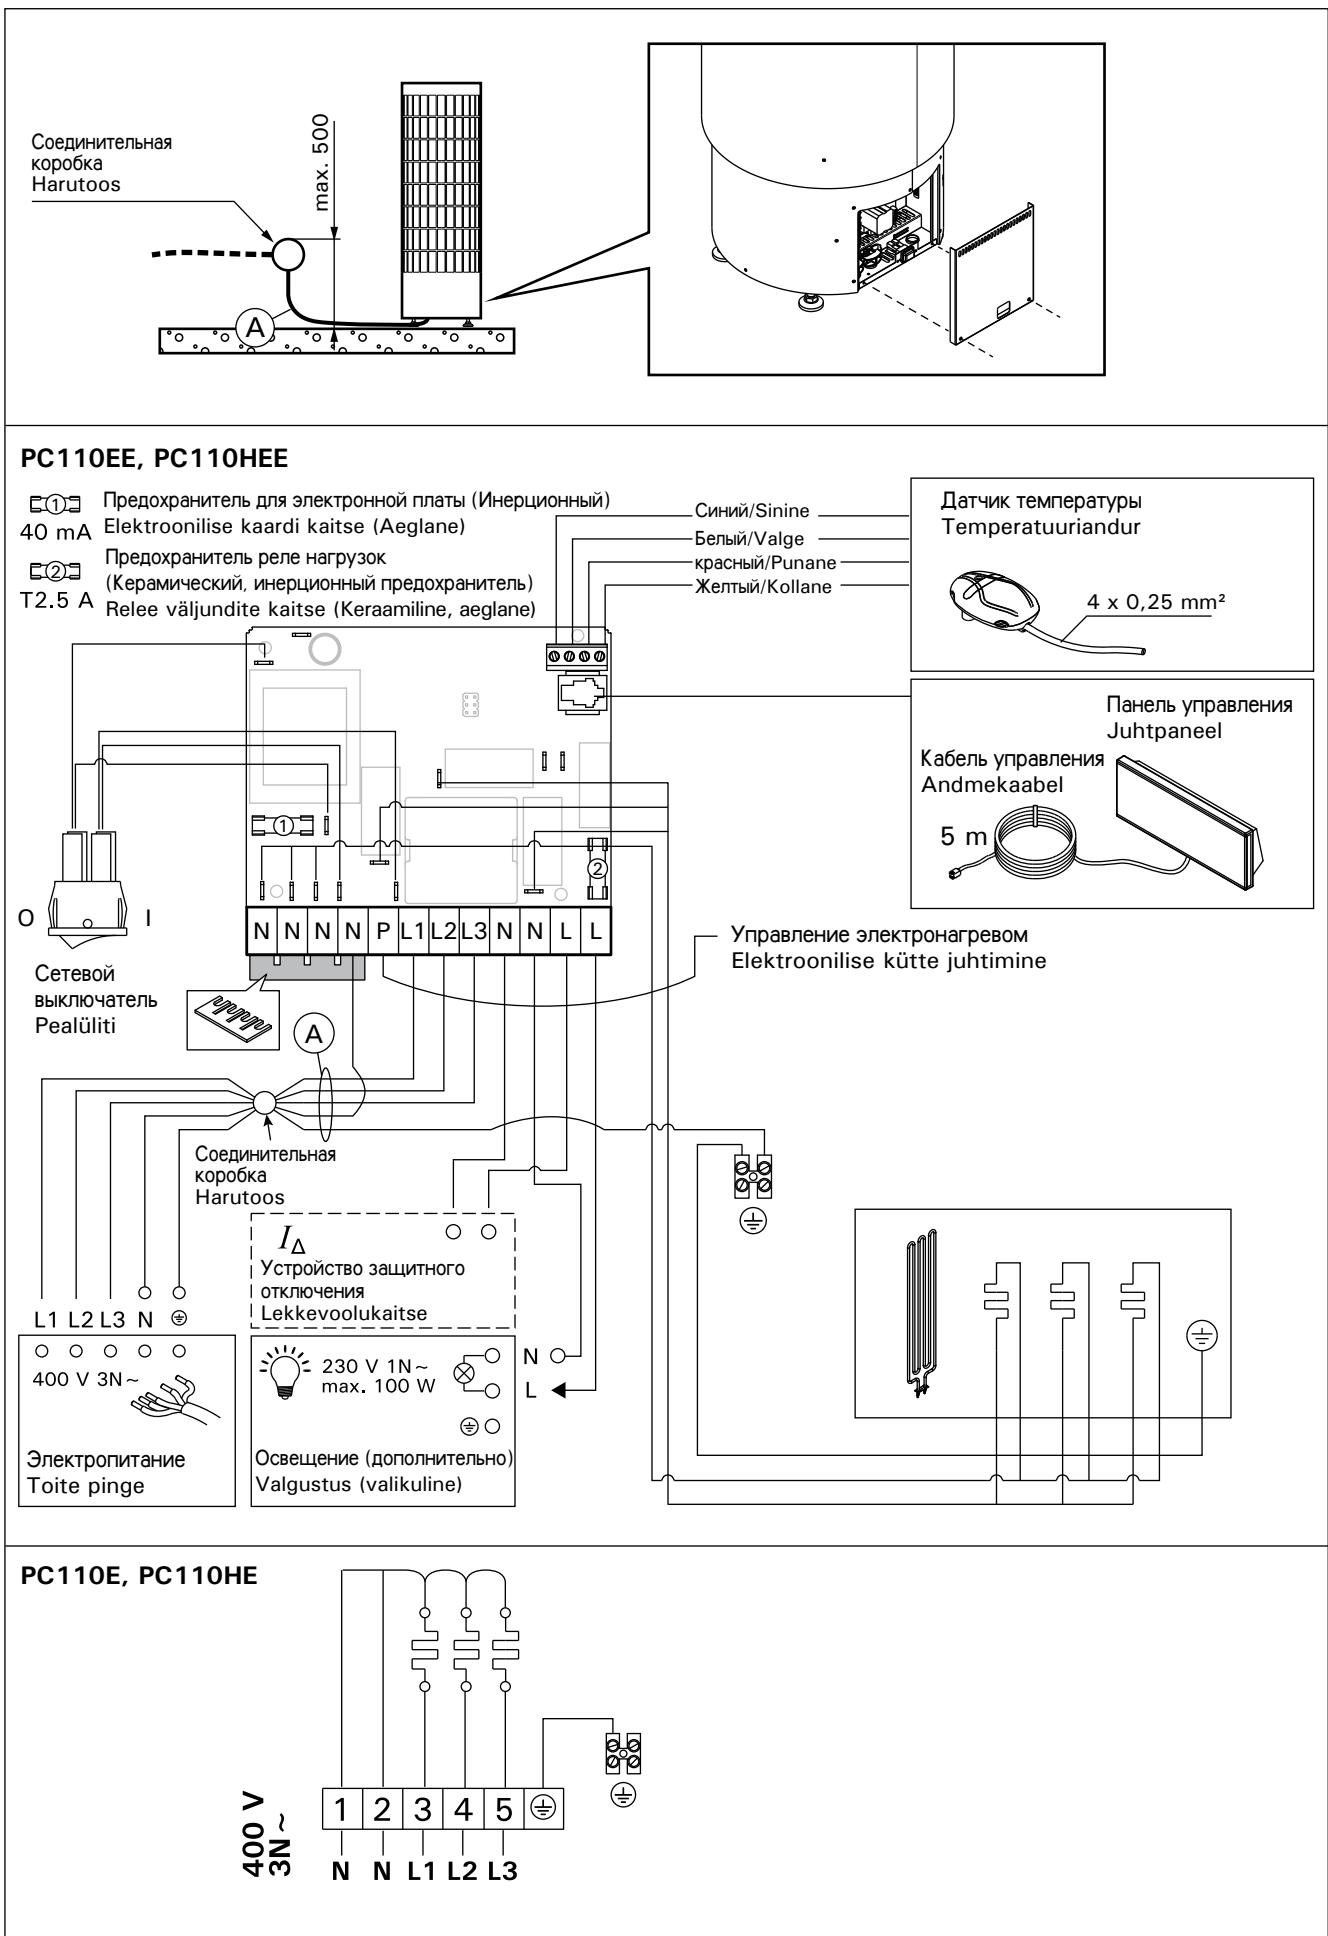

Рисунок 5. Электрические подключения
- В качестве кабеля (рис. 5: А) следует использовать резиновый кабель типа Н07RN-F или подобный. **ВНИМАНИЕ! Использование изолированного ПВХ кабеля запрещено вследствие его разрушения под воздействием тепла.**
- Кроме разъемов питания каменки РС оснащены также разъемом (Р), который делает возможным управление электрическим нагревом (см. рис. 5). Кабель управления электро-отоплением подводят прямо к розетке каменки и дальше с помощью резинового кабеля, равного по толщине кабелю подключения, к клеммнику.